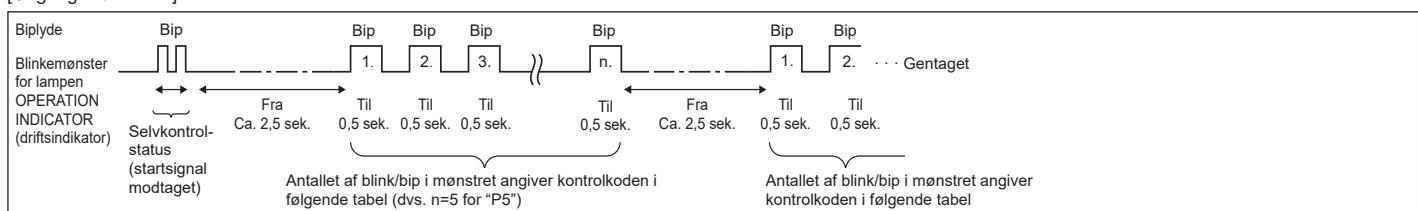

**Fig. 7-5**
- ① Tænd for strømmen til enheden mindst 12 timer før testkørslen.
- ② Tryk på  -knappen i 5 sekunder. (Fig. 7-5)
Ⓐ [TEST]- og den aktuelle funktionsmåde vises. (Fig. 7-5)